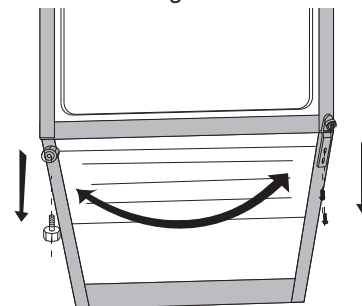

Figure 3
- 3 Enlevez la porte du réfrigérateur et inclinez celui-ci à un angle de 45 degrés. Veuillez faire reposer le réfrigérateur contre quelque chose de solide pour qu'il ne glisse pas pendant le processus du changement de porte. Ne faites pas reposer le réfrigérateur à plat, car ceci peut endommager le système de refroidissement. Sur le dessous du réfrigérateur, retirez l'étrier de la charnière inférieure située sur le côté droit et retirez la patte de nivellement située sur le côté gauche et renversez leurs emplacements comme illustrés dans Figure 3.